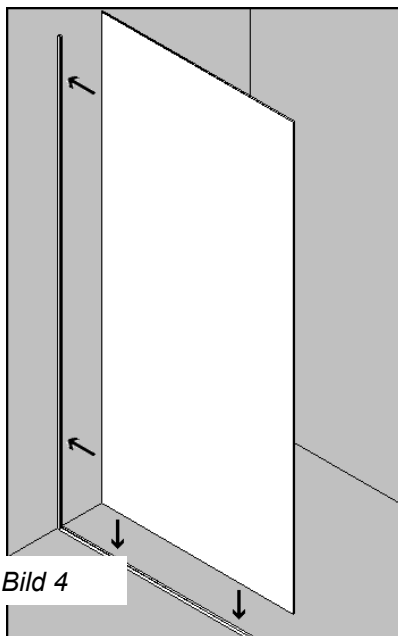
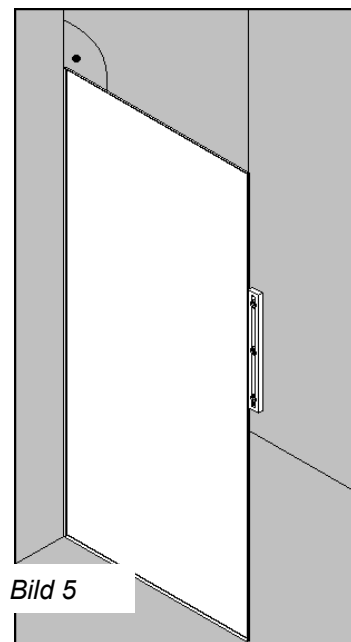

Bild 4
Bild 5
9. Setzen Sie jetzt vorsichtig die Glasscheibe in das Rahmenprofil ein (**Bild 4**). **WICHTIG** nicht zu viel Druck auf die Scheibe ausüben, **BRUCHGEFAHR** Mit Hilfe der Wasserwaage die Wand lotrecht ausrichten (**Bild 5**). Entfernen Sie überschüssiges Silikon vorsichtig von Rahmen und Glas.